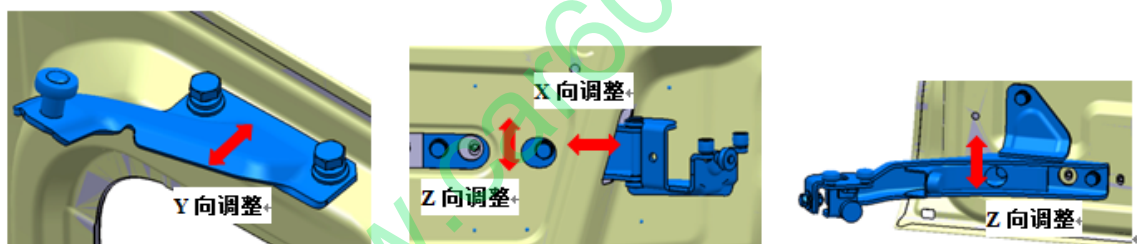

图 4
3.2.1、上、中、下滑轮臂的调整方法（见图 4）：
3.2.2、间隙 1 的调整方法（见图 4）：
3.2.3、面差 1 的调整方法（见图 4）：
3.2.4、间隙 2 的调整方法（见图 4）：
3.2.5、中滑门是否下沉的判断与调整方法（见图 4）：